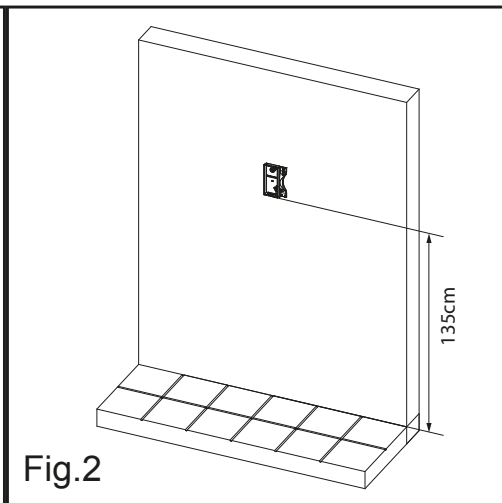
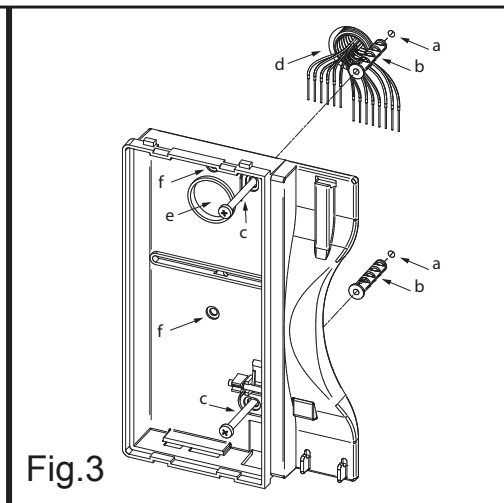

Fig.2
Fig.3
- Appoggiare a parete la base del videocitofono ad una altezza di circa 135cm (Fig.2) dal pavimento finito e prendere i riferimenti per i fori di fissaggio "a" (Fig.3), tenendo presente che i conduttori "d" (Fig.3) devono passare attraverso l'apertura "e" (Fig.3). Se per l'uscita da parete dei conduttori si utilizza la scatola da incasso 503, murare la stessa in posizione verticale lasciando circa 140cm tra la base e il pavimento finito.
- Put the base of the unit on the wall at about 135cm from the finished floor to match the points for the fixing holes "a" (figure 2) remembering that the wires "d" (figure 3) must be fed through the window "e" (figure 3). If you use the flush mounting box 503, embed it into the wall vertically at about 140cm from the finished floor and the base.
- Following figure 3, make the holes "a", insert the wall plugs "b" and fix the base with the screws "c" leading the wires "d" into the window "e". If you have used the box 503, fix the base to the wall through the holes "f" by using the screws "c".